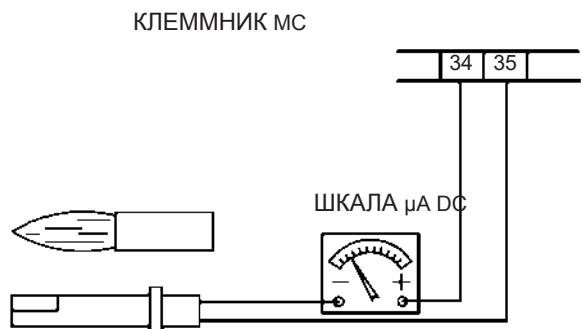

Рис. 33
- Проверить и тщательно почистить фотодиод улавливания пламени, если необходимо заменить его. В случае возникновения сомнения, проверить контур улавливания пламени после установки на место горелки и ввода ее в действие, следуя схеме на Рис. 33;
Для того, чтобы замерить контрольный сигнал, действовать согласно схеме на Рис. 33.